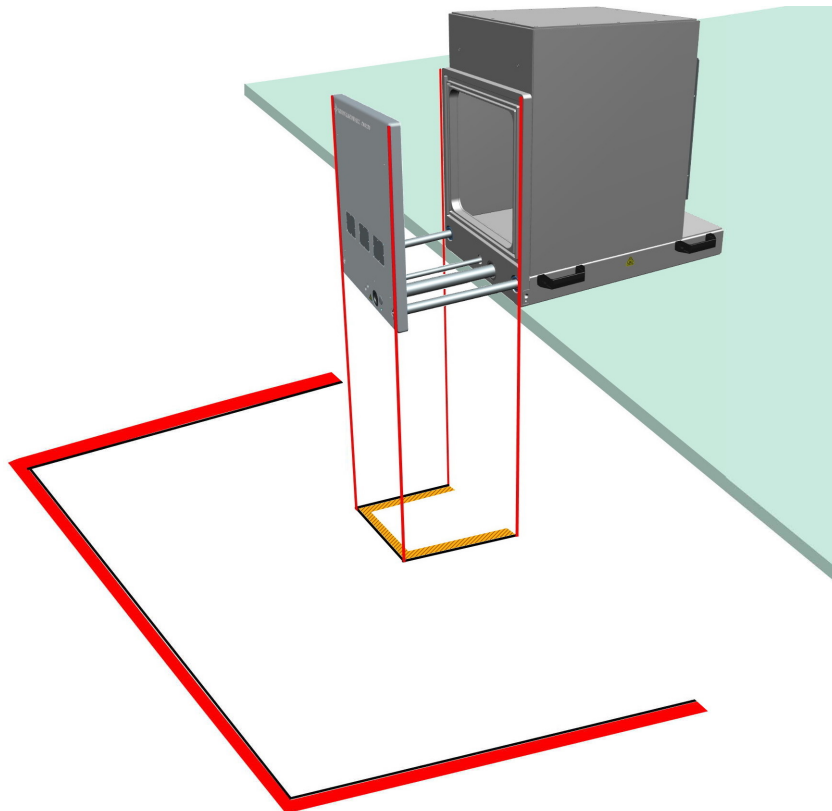

Bild 6-7: Markieren von zugangsbeschränkten Bereichen auf dem Boden
5. Markieren Sie den Türbereich auf dem Boden unterhalb der geöffneten Schirmkammertür, wie in Bild 6-7 gezeigt.
8. Markieren Sie den Arbeitsbereich mit einem Abstand von 1 m außerhalb des *Türbereichs* auf dem Boden. Siehe Bild 6-7.